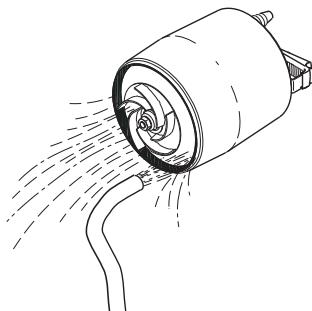

Fig. 12 Spolning av pumpen
4. Rengör och spola pumpen för att avlägsna eventuella föroreningar mellan motor och pumphöje. Rensa pumphjulet. Se fig. 12.